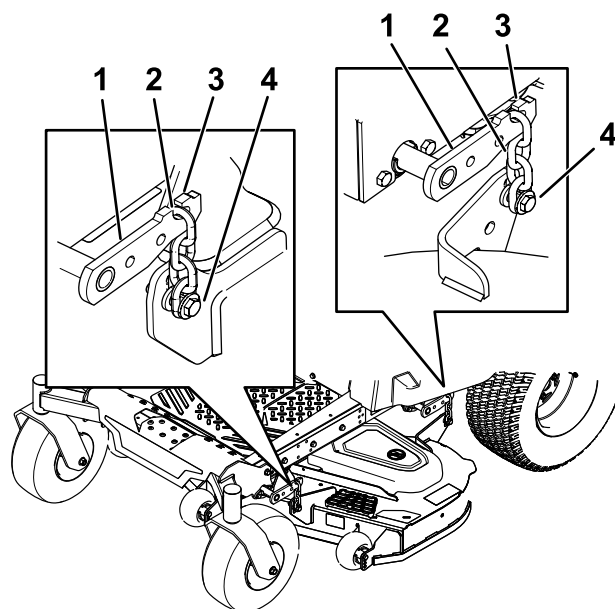

Figura 76
8. Retire as correntes dos ganchos nos braços de elevação da plataforma (Figura 76).
6. Eleve a traseira da plataforma do cortador e instale as correntes nos braços de elevação traseiros (Figura 76).
7. Instale as correntes frontais nos braços de elevação frontais (Figura 76).